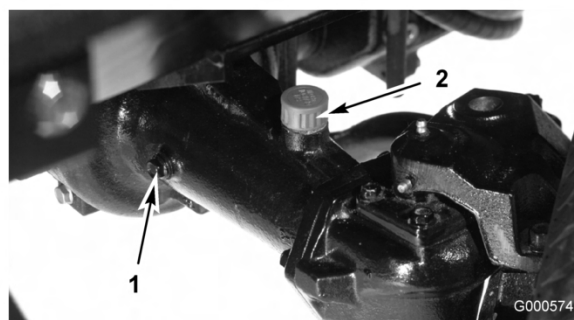

Figura 45
2. Togliete il tappo di controllo da un'estremità del ponte (Figura 45) e verificate che il lubrificante raggiunga la base del foro. Se il livello è basso, togliete il tappo di riempimento (Figura 45) e rabboccate con lubrificante finché non raggiunge la base dei fori dei tappi di controllo.